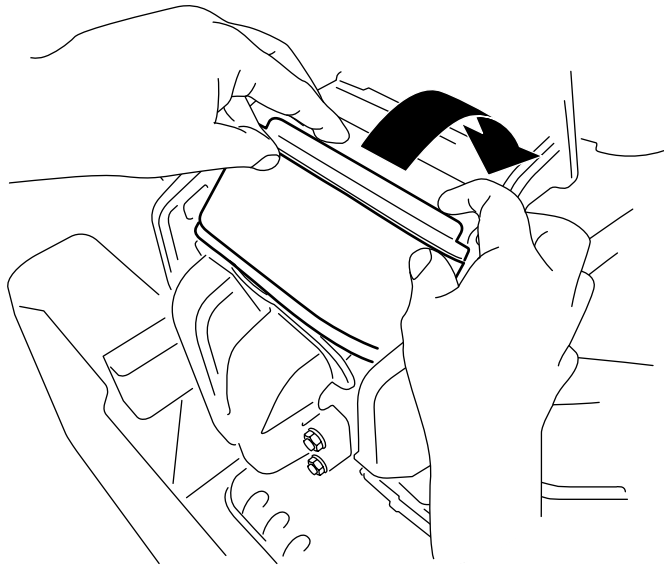

Figure 40
3. Tournez le filtre pour l'insérer dans la chambre et enfoncez-le complètement contre le collecteur (Figure 40).